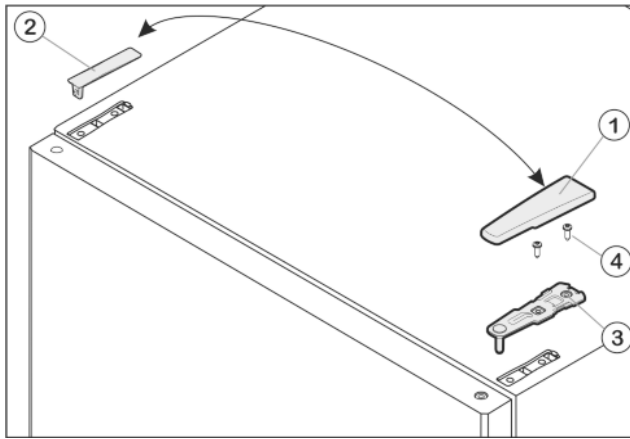

Fig. 8
- ▶ Előre és felfele húzza le a fedelet Fig. 8 (1).
- ▶ Emelje le a fedelet Fig. 8 (2).
- ▶ Csavarozza le az Fig. 8 (3) felső csapágybakját (2 x Torx® 25, Fig. 8 (4)), és felfele húzza le.
- ▶ A felső csapágybakot Fig. 8 (3) helyezze a csuklópánt új oldalán az ajtóba.
- ▶ Csavarozza fel a felső csapágybakot **erősen (4 Nm-es nyomatékkal)** – 2 x Torx® 25, Fig. 8 (4). A csavarlyukakat esetleg pontozza meg, vagy használjon akkus csavarhúzó.
- ▶ A Fig. 8 (1) és a fedelet Fig. 8 (2) mindig kívülről helyezze az ellenkező oldalra és pattintsa fel.